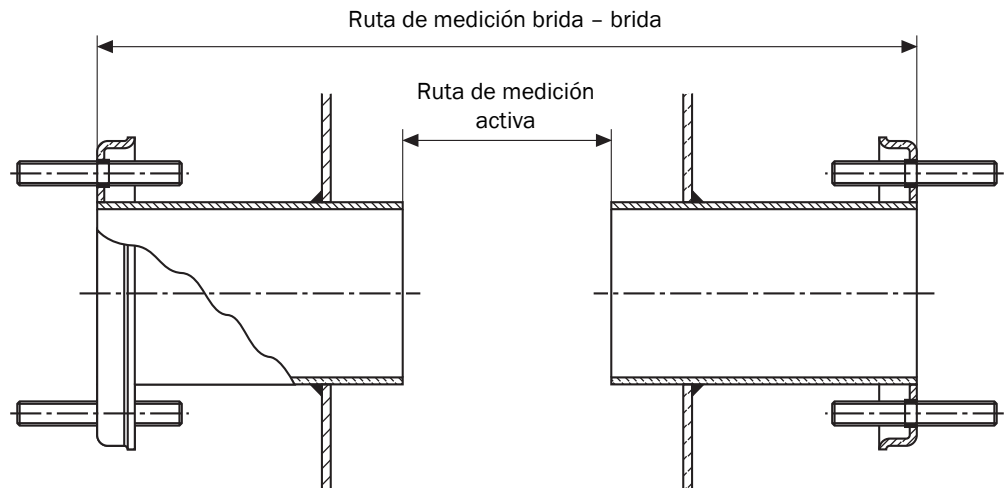

Fig. 8 Ruta de medición brida - brida
- Una vez terminado el montaje de las bridas, mida y apunte la medida brida - brida exacta y la ruta de medición activa (para la definición, véase la Fig. 8). Tenga a mano las medidas para la puesta en marcha